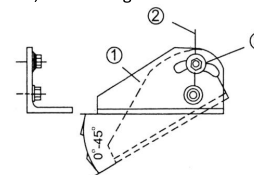

Figura 1
La mesa de la herramienta puede ser ajustada de 0° a 45° para conseguir el ángulo indicado. Cuando ajuste el ángulo de corte, primero suelte el tornillo fijo (2) en la mesa, gire el tornillo del banco (1) al ángulo que espera, luego apriete el tornillo fijo (2). Por favor, revise la figura 1.